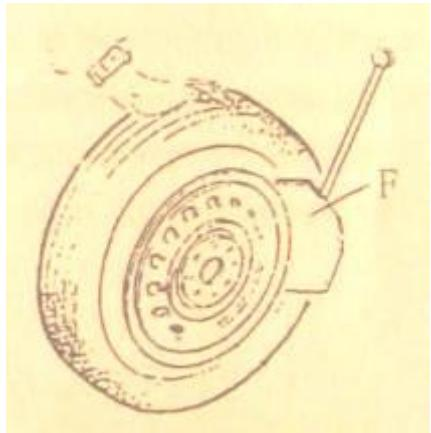

Рис.5
Выпустить весь воздух из шины, вывернув золотник. Установить шину напротив резинового буфера (S). Установить лопатку рядом с бортом шины в 10 мм от края обода, как показано на рис.5.